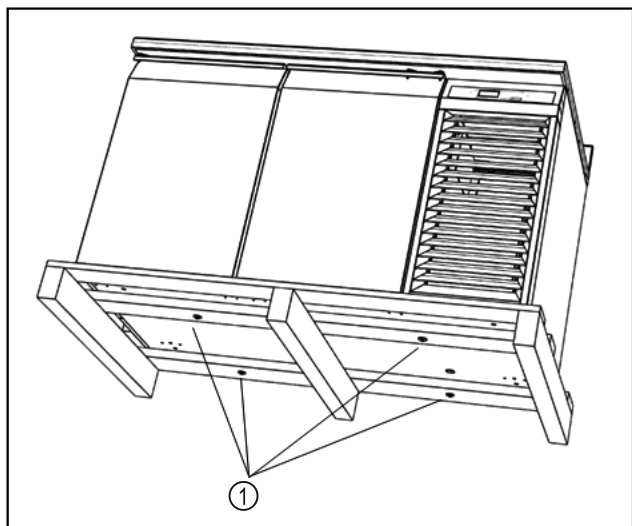

Fig. 7
- ▶ Махнете винтовете. Fig. 7 (1)